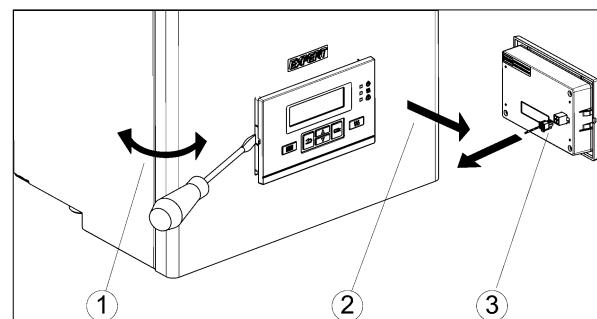
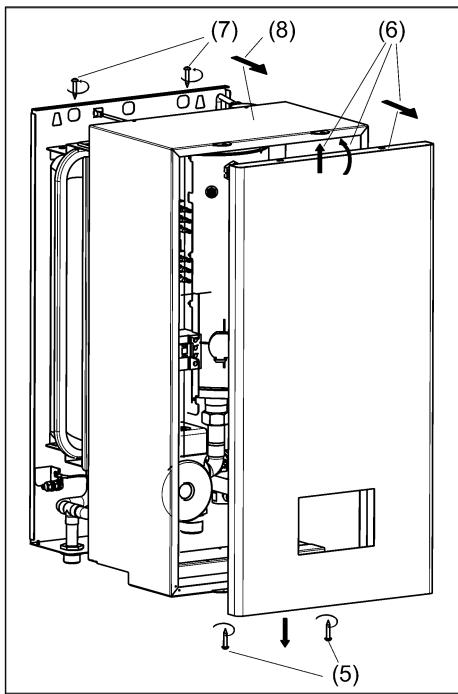

Рисунок 5. Снятие блока управления
Рисунок 6. Снятие лицевой панели и кожуха
(1) Аккуратно поденьте плоской отвёрткой место примыкания блока управления и лицевой панели (см. рис. 5).
(2) Выдвиньте блок управления на себя.
(3) Отсоедините кабель с разъёмом от блока управления, подсоединеный с тыльной стороны блока управления.
(4) Уберите блок управления в сторону в безопасное место.
(5) Открутите отвёрткой два самореза с нижнего торца лицевой панели (см. рис. 6).
(6) Снимите лицевую панель и уберите её в сторону, при этом исключите возможность её повреждения (деформирования).
6) Аккуратно снимите блок питания, лицевую панель, кожух при необходимости исключив возможность их повреждения (см. рис. 5, рис. 6).